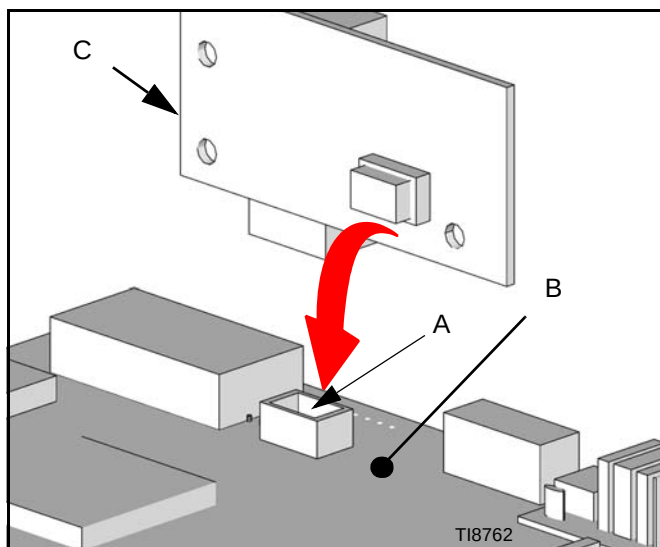

FIG. 41
4. Repérer le connecteur d'expansion 10 broches J9 (A) dans l'angle inférieur droit de l'afficheur EasyKey 249480 (B). Voir FIG. 41.